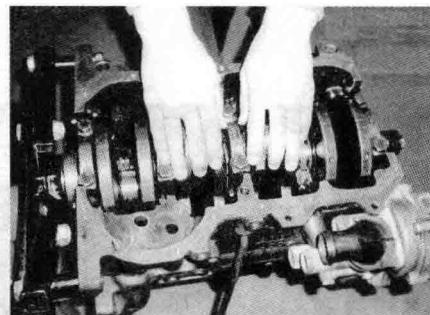

图 1-10 用手拉转曲轴
- 6) 装好曲轴后，用手拉住连杆轴颈，转动曲轴，曲轴转动轻松自如为合格，如图 1-10 所示。